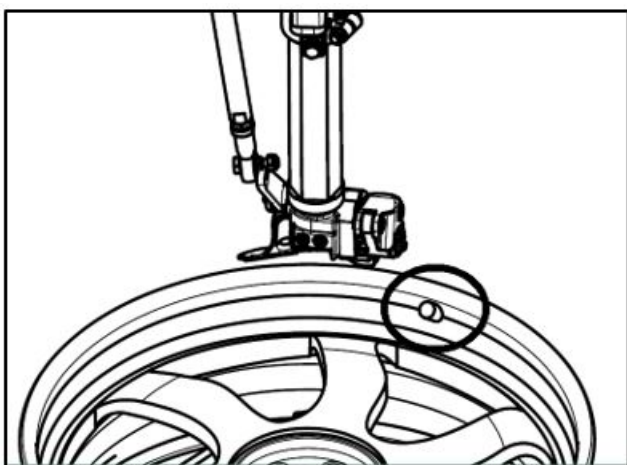

FIG28
- Hvis der er en slange i dækket, skal demontagekrogen, for at undgå at beskadige slangen, betjenes cirka 10 cm væk fra venstre side af ventilen som vist i FIG28.